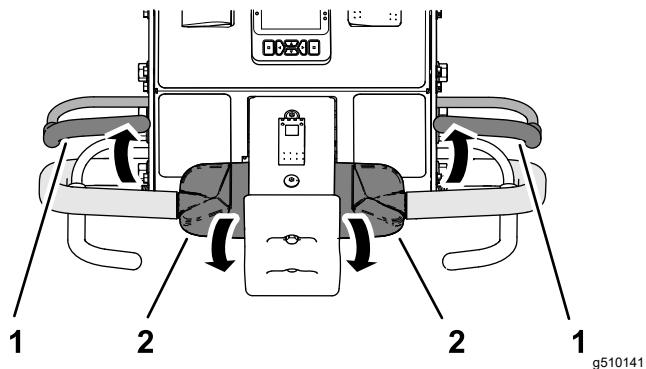

図 34
3. 走行コントロールを保持したまま、オペレータペイルを解除する図 34。